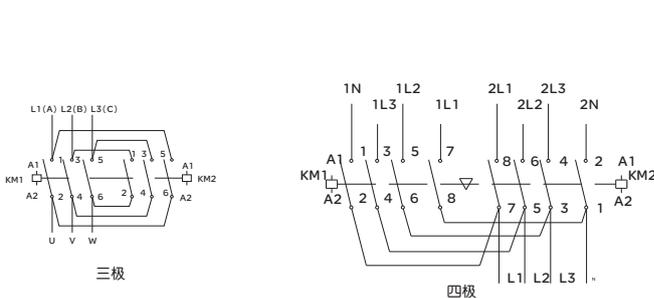
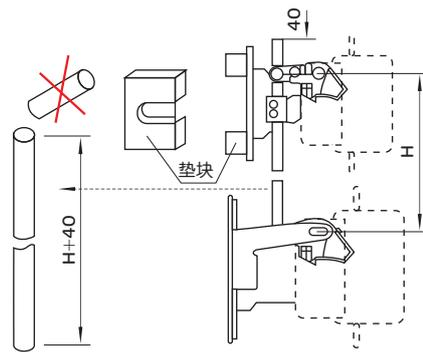

图3 可逆接触器的联接板连接图
图4 垂直安装的可逆接触器
- a.机械联锁机构和两台CJX2接触器组成联锁产品时，联接板的连接方式(见图3)，可水平安装，也可垂直安装。垂直安装时，电流小的安装在上方。安装后，在连杆长度达到H+40时，可截去其上部长出部分(见图4)；
- b.CJX2-115-225和CJX2-265-630及机械联锁机构机构组成垂直安装的联锁产品时，须在CJX2-115~225下加垫块(见图4)。